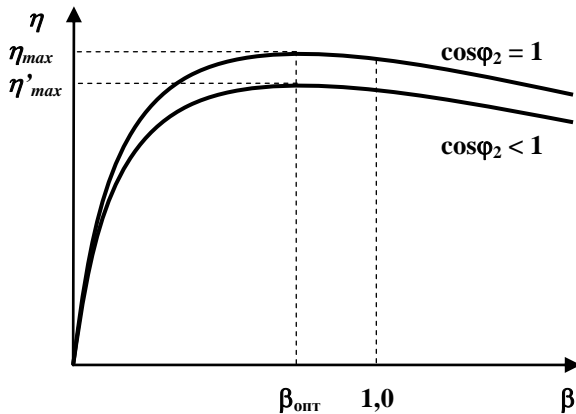

Рис. 4. Типовые зависимости к.п.д. от коэффициента загрузки
Обычно трансформаторы проектируются таким образом, чтобы он находился в пределах: $0,5 \leq \beta_{\text{опт}} \leq 0,7$. Значение η_{max} зависит от характера нагрузки, что следует из анализа уравнения (8). Абсолютный максимум достигается при чисто активной нагрузке ($\cos \varphi_2 = 1$). При нарушении этого условия независимо от характера нагрузки: $\cos \varphi_2 < 1$, в результате знаменатель дроби уменьшается, а сама дробь – увеличивается, что приводит к снижению к.п.д. Типовые характеристики $\eta = f(\beta)$ показаны на рис. 4.